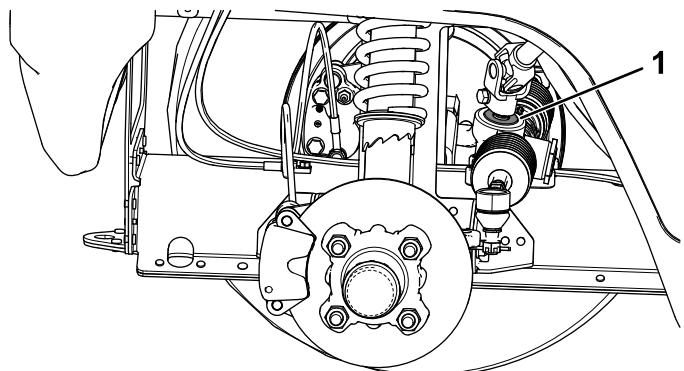

図 39
- **重要**ピニオンシャフトのシールの状態と磨耗程度を点検する図 39。